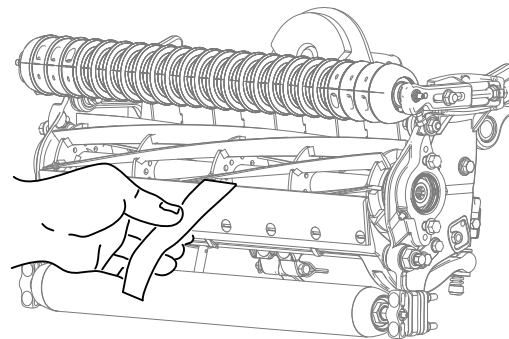

Bild 10
12. Testen Sie die Schnittleistung, indem Sie einen langen Streifen des Toro Schnittleistungspapiers senkrecht zum Untermesser zwischen die Spindel und das Untermesser legen (**Bild 10**).